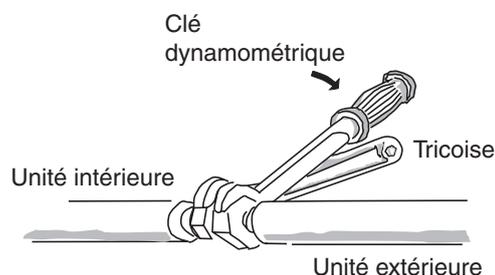

Fig. 6-6
- (1) Raccordez solidement le tube frigorifique de l'unité intérieure partant du mur avec le tube de l'unité extérieure.
- (2) Serrez les écrous évasés en vous conformant aux couples indiqués dans le tableau ci-contre :
- Lorsque vous retirez les écrous évasés des connexions de tube ou que vous les serrez après avoir raccordé les tubes, utilisez 2 clés de serrurier ou tricoises comme illustré. (Fig. 6-6)